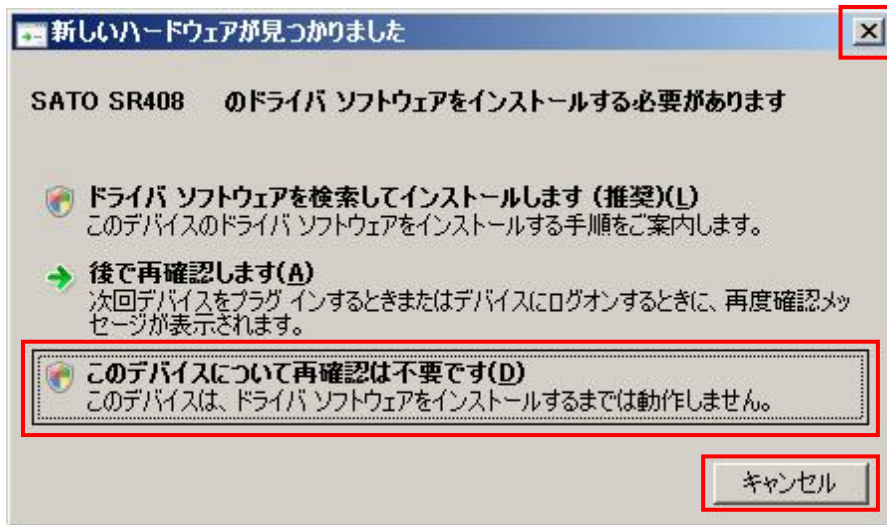

図 3.3.2.3 「新しいハードウェアが見つかりました」表示画面
- ※ IEEE1284 ケーブルをプリンタとコンピュータに接続後、プリンタの電源を入れると図 3.3.2.3. 「新しいハードウェアが見つかりました」表示画面が表示されることがあります。その際は「キャンセル」、「このデバイスについて再確認は不要です (D)」、「X」のいずれかを選択してください（下記の例は、Windows Server2008 になります）。